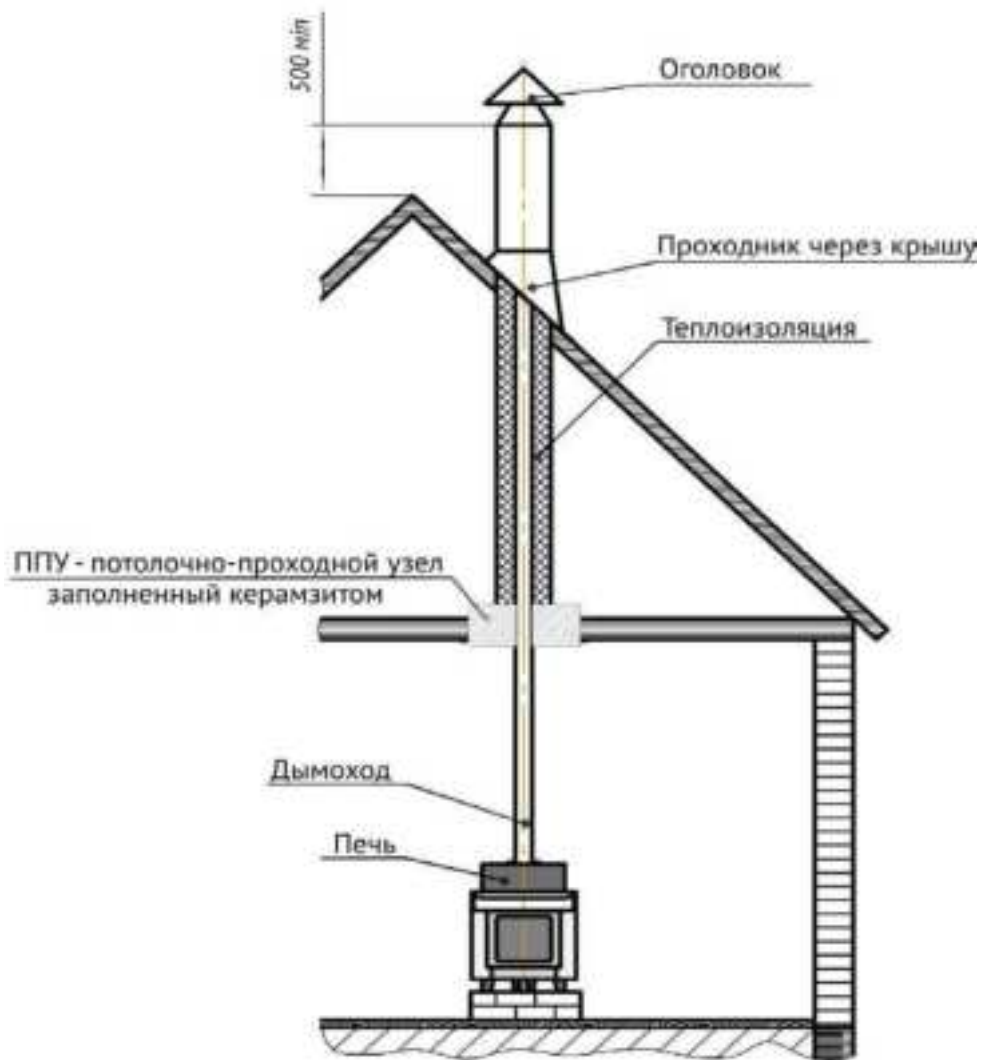

Рисунок 8.3.1. Схема монтажа дымоотводящих каналов
8.3.4. В потолке (см. рис. 8.3.1. стр. 26) обязательно делается противопожарное отверстие под размер внешнего диаметра потолочно-проходного устройства.
8.3.6. Пространство в потолке между трубой и отверстием заполняют противопожарной изоляцией, например, базальтовой ватой, керамзитом и т.п., и закрывают сверху металлическим листом. Металлический дымоход вне зоны парной (см. рис. 8.3.1. стр. 26) должен иметь теплоизоляцию из негорючих материалов толщиной не менее 50 мм, для предотвращения образования конденсата. При отсутствии в помещении бани капитального дымохода устраивают насадной дымоход из металлических труб, опирающийся на потолочное перекрытие.